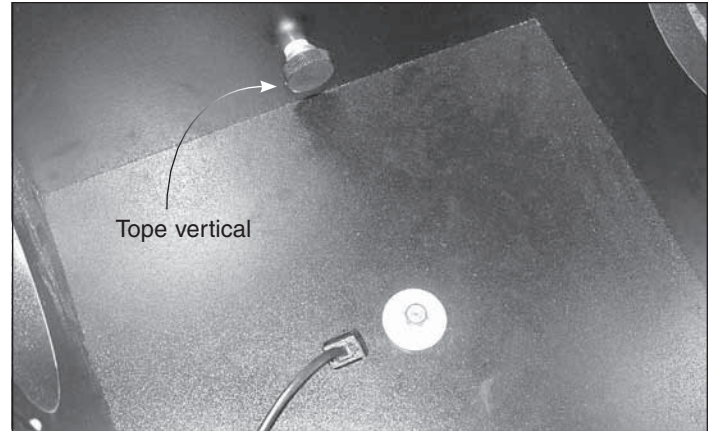

Figura 14. Enrosque el tope vertical, con las arandelas acopladas, en el inserto roscado del soporte delantero.
de tope vertical en el inserto roscado de la parte interna del soporte delantero (B) hasta que quede apretado (figura 14). La posición del tope vertical se ajusta añadiendo o quitando arandelas, motivo por el que se incluyen arandelas gruesas y delgadas adicionales. Es necesario ajustar el tope vertical cuando se utiliza el localizador de objetos IntelliScope, ya que el tubo óptico debe estar exactamente en posición vertical durante el procedimiento de alineación inicial. El manual que se incluye con el kit del localizador de objetos IntelliScope explica cómo se ajusta el tope vertical; una vez que el tope vertical esté correctamente ajustado, no debería ser necesario volver a ajustarlo.